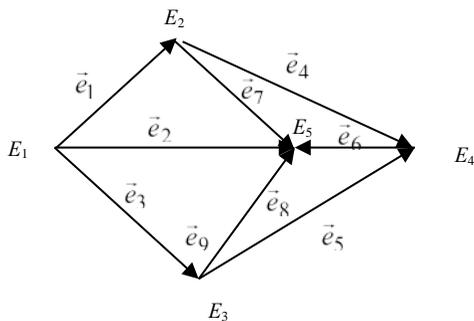

Рис. 3.8. Неупорядоченный орграф
**Задача 3.7.** Требуется упорядочить орграф, используя матрицу смежности вершин орграфа (рис. 3.8).